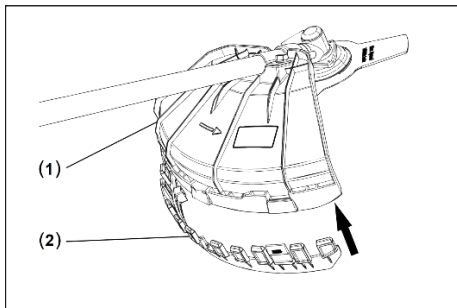

Рисунок 6. Схема встановлення захисного кожуха на «штангу».
2. Для роботи головою з жилкою встановити на захисний кожух додатковий кожух з ножем обмеження довжини жилки та закріпити (рис. 6).